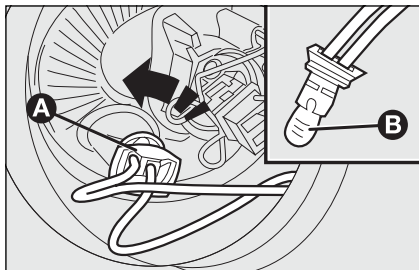

fig. 21
- draai de lamphouder **A-fig. 21** linksom en verwijder hem;
- monteer de nieuwe lamp, plaats de lamphouder **A-fig. 21** en monteer het beschermdeksel **B-fig. 19** op de juiste wijze.